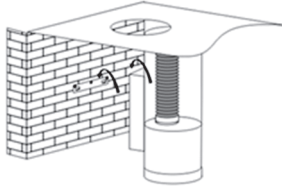

Рис. 4
6. Навесьте вытяжку на винты, ввинченные в стену. См. рис. 4 и рис. 5. Установите кухонную вытяжку на винты и закрепите корпус предохранительным винтом. Примечание: Два предохранительных отверстия диаметром 6 мм расположены на задней стороне корпуса.